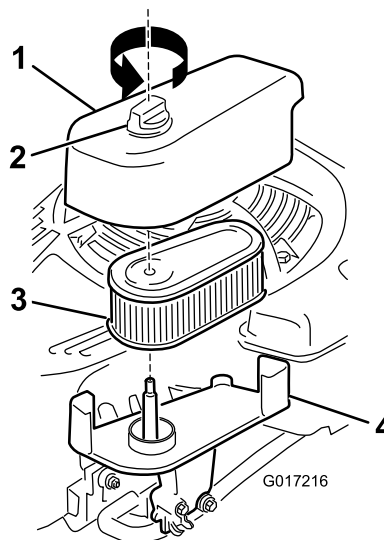

Figura 31
1. Allentate il fermo e rimuovete il coperchio del filtro dell'aria (Figura 31).